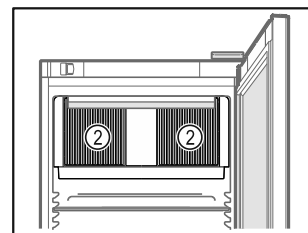

Fig. 54
- Větrací otvory Fig. 54 (2) oběhového vzduchového čerpadla ve vnitřním prostoru udržujte volné.